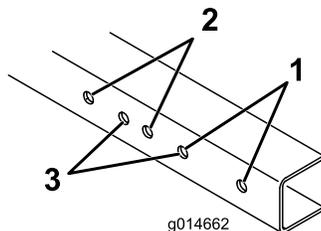

図 2
1. 図 2 を参考にして、搭載するグリーンモアの幅に合う取り付け穴を選ぶ。
注 グルーマを搭載しているグリーンズマスター 1000、1010、2000 では、グルーマ端部にあるホイールシャフトを外し、新しいホイールシャフト 106-5385 を別途購入して取り付けてください。また、レールアセンブリグルーマの端部側を、グリーンズマスター 1600、1610 用の穴に取り付けてください **図 2**。